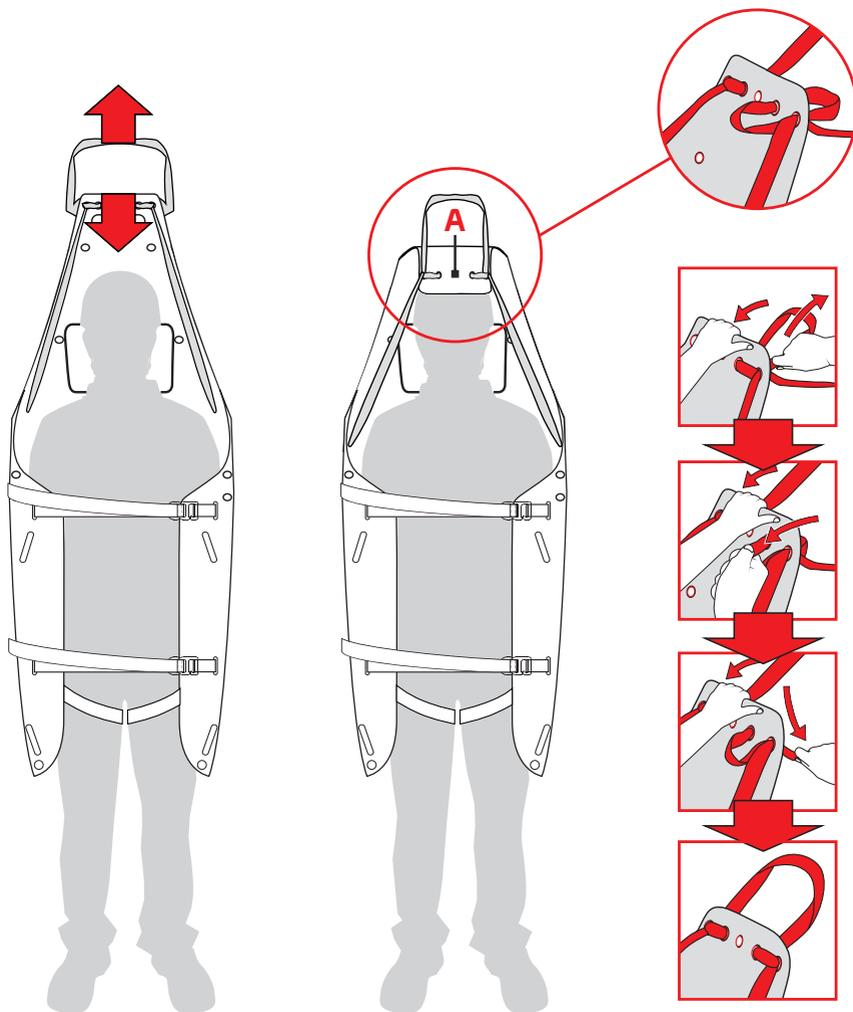

Fig.13
- a) trascinamento: tensionare la fettuccia (E), per sollevare la parte terminale del piano di appoggio (A) di quanto necessario a contenere la testa del paziente, e bloccarla (fig. 13).